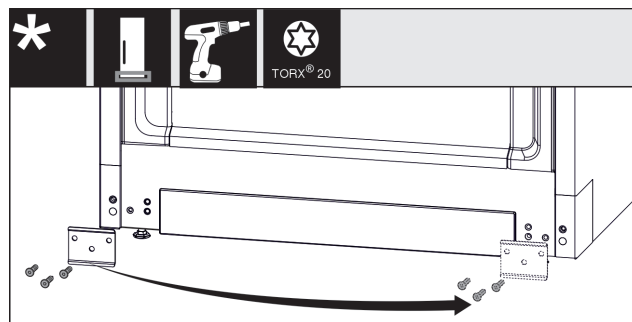

Fig. 12
- ▶ Odšroubujte plech, přesuňte jej na druhou stranu a přišroubujte jej zpět. Fig. 12 (1)
- ▶ Kryt opět nasadte na druhé straně. (1)